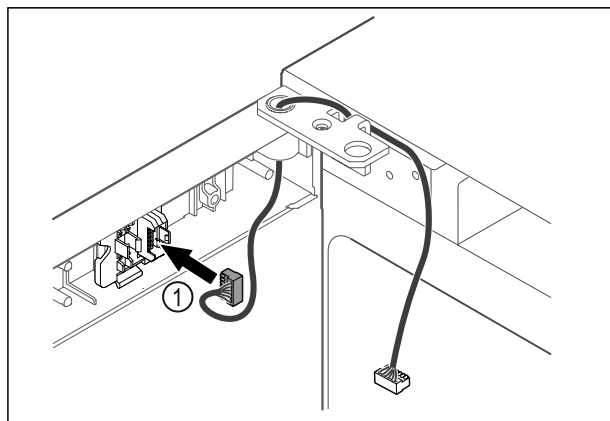

Fig. 48
- Inserire il connettore Fig. 48 (1) nel porta-connettore.